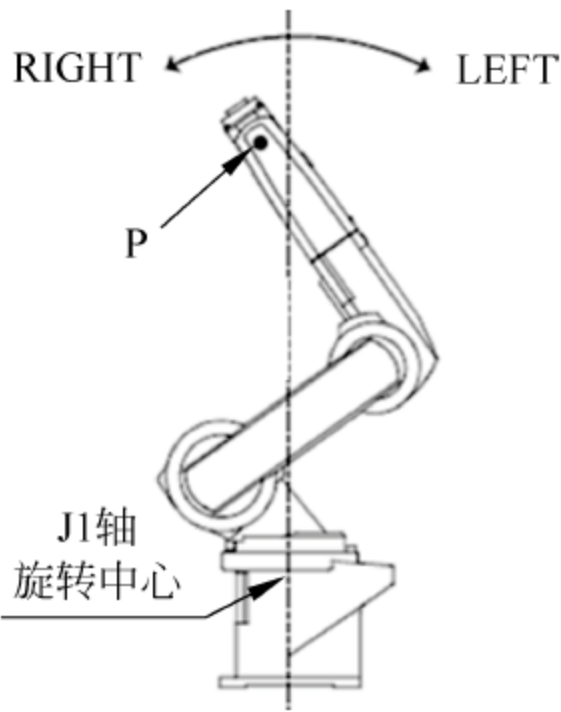

图 11-8 FL1 标志的左右判断
(2) 6 轴机器人：以 J1 轴旋转中心线为基准，判别 J5 轴中心点 P 位于该中心线的左面还是右面。如果在右边，则 FL1 bit2=1；如果在左边，则 FL1 bit2=0；如图 11-8 所示。